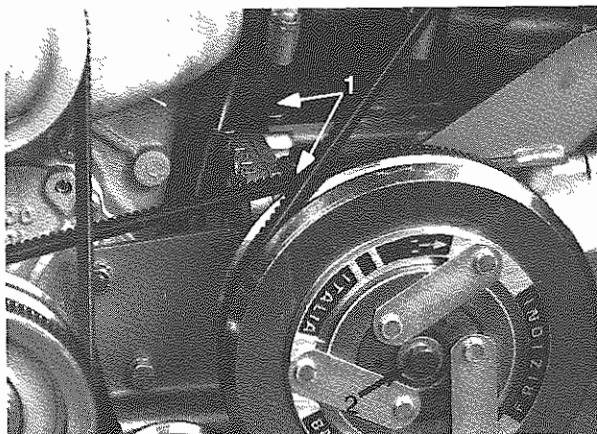

Fig. 2 - 1) Viti fissaggio compressore - Compressor screws
- Allentare le viti di fissaggio (8) (**Fig. 2**).
Bloccare la puleggia ed allentare la vite di fissaggio (**Fig. 2**);
- Loosen fixing screws (8) (**Fig. 2**).
Lock the pulley and loosen fixing screw (**Fig. 2**);